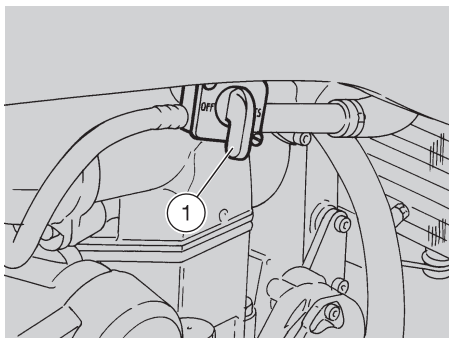

Fig. 17
### AVVIAMENTO (Fig. 17 ÷ 20)
- ◆ Ruotare in posizione "ON" la leva del rubinetto carburante (1 Fig. 17).